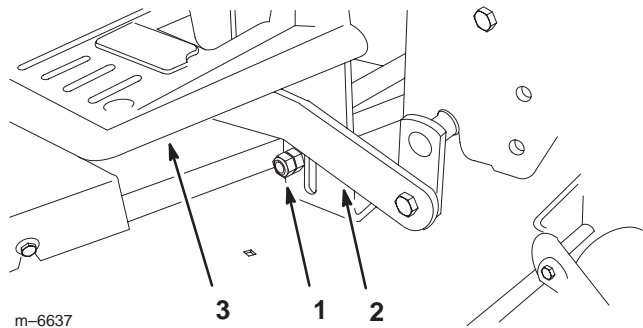

Bild 16
1. Stellen Sie die höchste Schnitthöhe am Mähwerk ein (Bild 22) und prüfen Sie, ob die Transporthöhenanschlüsse die Unterseite der Auswurfbalke berührt (Bild 16).
2. Lösen und stellen Sie die Transporthöhenanschlüsse ggf. ein, sodass sie gerade die Unterseite der Auswurfbalke berühren (Bild 16).
5. Sollte eine Stoßstange die Fußstütze nicht berühren, stellen Sie den entsprechenden Transporthöhenanschlag ein (Bild 16).